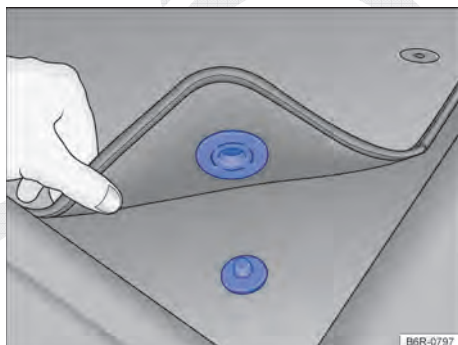

Fig. 17 Tapetes dianteiros com fixação do tapete e pino no carpete.
- ✓ Acomodar bem o tapete na área para os pés do lado do condutor de modo que não obstrua a área dos pedais. Dependendo da versão do veículo, os tapetes dianteiros podem ter fixação do tapete e pino no carpete ⇒ Fig. 17.